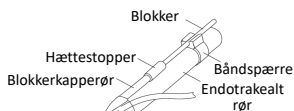

Fig.7
5. Drej patienten om på siden, kontroller blokeringsmanchettens position under bronkoskopi, og fastgør blokeringsskafte på det endotrakeale rør ved hjælp af båndspærren (Fig. 7).
2. Sæt blokkeren på båndspærren på det endotrakeale rør (Fig. 7).